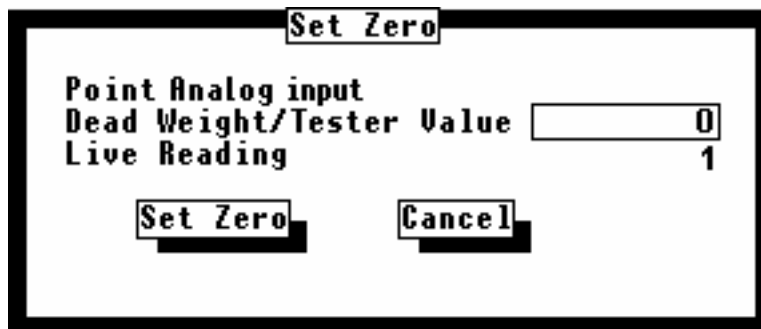

Figura 4-10. Ajuste do Zero do AI
7. Calibre o valor do zero (0% de limite) da Entrada Analógica. Insira o **Valor do Verificador/Peso Inativo** (nas unidades de engenharia) e aperte o botão **Set Zero**. Observe a Figura 4-10.